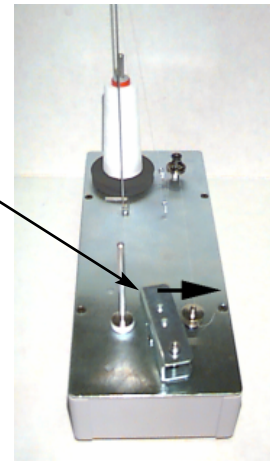
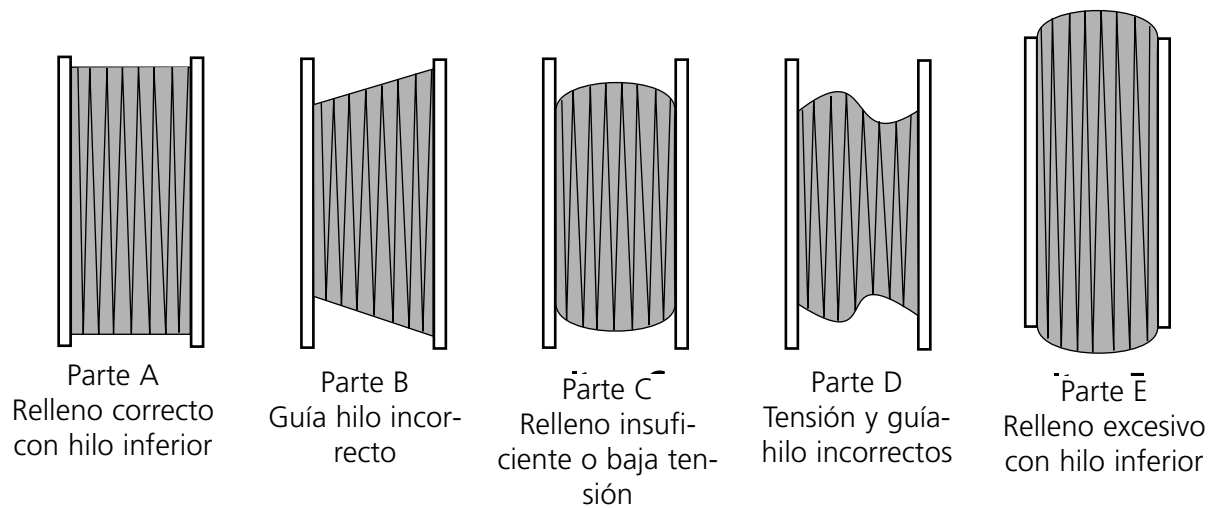

Figura 3-32
Figura 3-33
3. Muevan la palanca de accionamiento en la posición ACENDIDO (vean la Figura 3-32) y el proceso de bobinado empezará. El mecanismo de bobinado se parará automáticamente cuando la bobina está completamente llena.
Una bobina bobinada correctamente está mostrada en la Figura 3-32 (parte A). Las partes de B a E en la Figura 3-33 muestran bobinas bobinadas incorrectamente. Ajusten la tensión del mecanismo de bobinado, el guía-hilo o sea el interruptor de la Bobina Llena para corregir el funcionamiento del mecanismo de bobinado cuando les ocurre una de las situaciones mostradas más abajo.